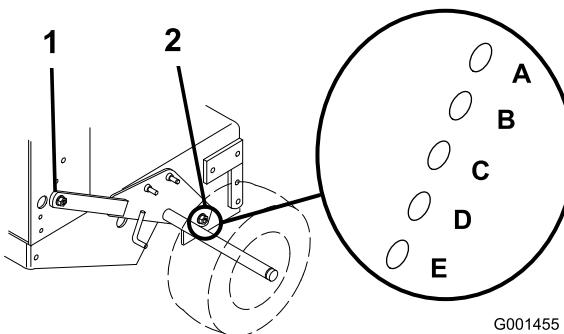

Figura 12
- Afloje, pero no retire, los 2 pernos de pivote del eje y los 2 pernos de ajuste del eje (Figura 12).
- Coloque un gato debajo del bastidor del motor, en el centro de la parte trasera. Eleve la parte trasera del bastidor del motor lo suficiente para poder retirar los 2 pernos delanteros de ajuste del eje (Figura 12).
- Eleve o baje el bastidor del motor con el gato para poder instalar los 2 pernos de ajuste delanteros del eje en los taladros deseados (Figura 12).